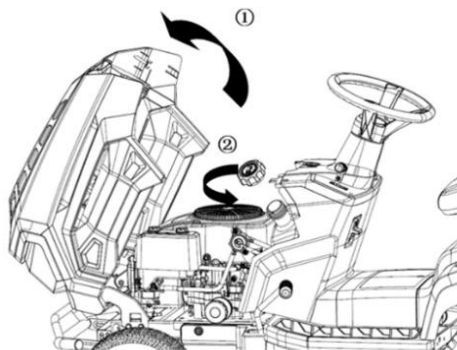

Fig. 11
1. Ridicați carena pentru a adăuga combustibil. (Fig.11)